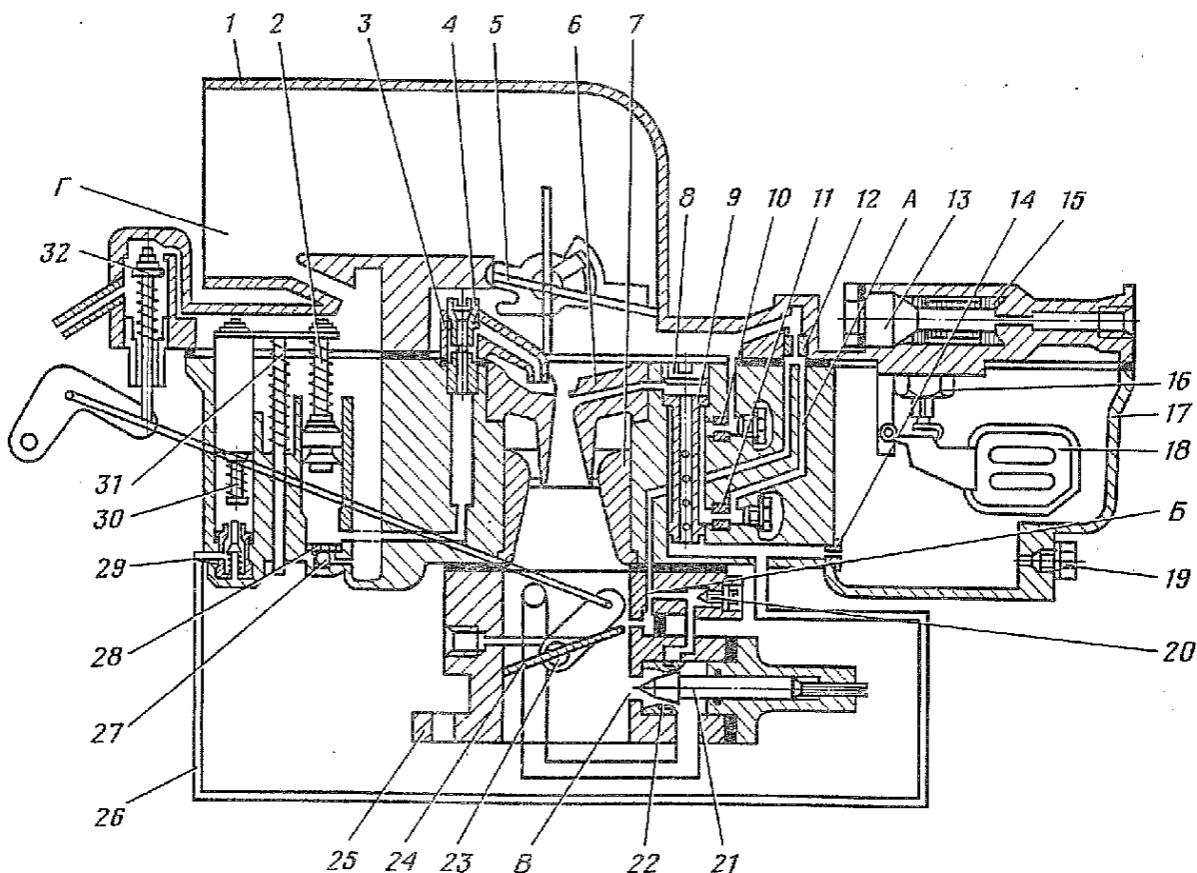

Рис. 118. Схема карбюратора К-133А:
1.5.5. Вывернуть пробку 13 (рис. 118) фильтра 15, снять уплотнительную прокладку и топливный фильтр (ключ 19).
1.6.1. Вывернуть топливоподводящий винт 4 (рис. 118), снять распылитель 3 ускорительного насоса и уплотнительную прокладку.
1.6.5. Вывернуть топливный жиклер 11 (рис. 118) системы холостого хода и воздушный жиклер 10 главной системы (отвертка для жиклеров).
1.7.6. Спилить обжатые концы винтов 23 (рис. 118) крепления дроссельной заслонки 24, вывернуть винты, отсоединить дроссельную заслонку от оси и вынуть ось дроссельной заслонки из корпуса смесительной камеры карбюратора (тиски 1-150, накладки для губок тисков, напильник, отвертка 150×0,5).
### 3.1. Собрать корпус 25 (рис. 118) смесительной камеры.
3.2.2. Установить обратный клапан 27 (рис. 118) ускорительного насоса и стопорное кольцо 28 обратного клапана (отвертка 150×0,5).
3.2.8. Установить в корпус поплавковой камеры малый 6 (рис. 118) и большой 7 диффузоры.
3.3. Собрать крышку 1 (рис. 118) поплавковой камеры.
3.3.1. Установить в крышку поплавковой камеры рычаг 3 (рис. 116) с осью воздушной заслонки в сборе с телескопической тягой 4, рычагом 2 и пружиной, концы которой завести в предназначенные для них отверстия; установить на ось воздушную заслонку 5 (рис. 118) и, совместив крепежные отверстия, ввернуть винты крепления воздушной заслонки со специальными шайбами. Обжать выступающие концы винтов (отвертка 150×0,5, плоскогубцы 150).